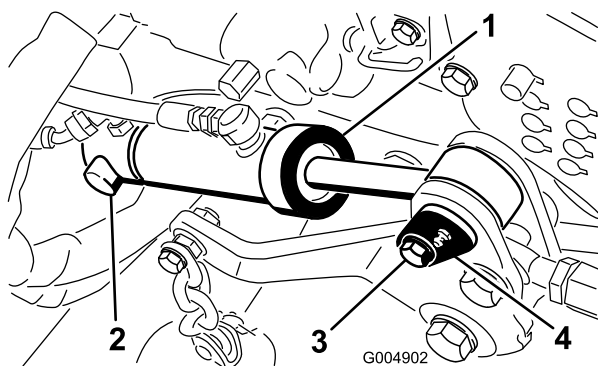

Figure 92
36. Montez l'arrière du vérin de levage du tablier sur l'axe de pivot et fixez-le en place avec la bague de retenue (Figure 92).
37. Fixez l'avant du vérin de levage au cadre du tablier de coupe avec la goupille et la vis (Figure 92).